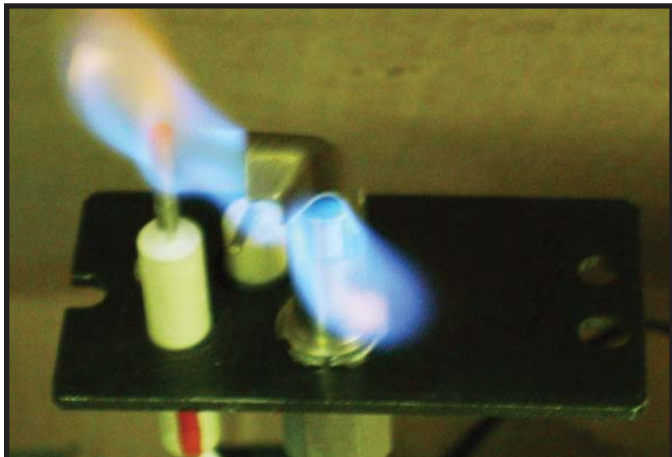

Figura 3.1 Aspecto de las llamas de un piloto IPI
- Inspeccione el aspecto y la potencia de las llamas del piloto. Consulte la Figura 3.1 para determinar el aspecto correcto de las llamas. Limpie o cambie la esprea del piloto si es necesario.